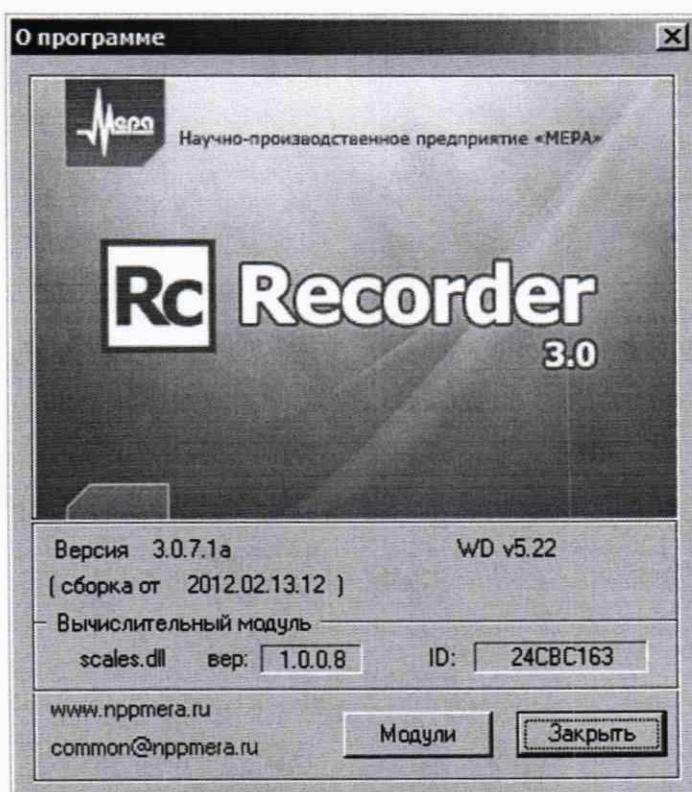

Рисунок 1 – Вид информационного окна программы «Recorder»
- щелчком левой кнопки «мыши» открыть информационное окно программы (рисунок 1).